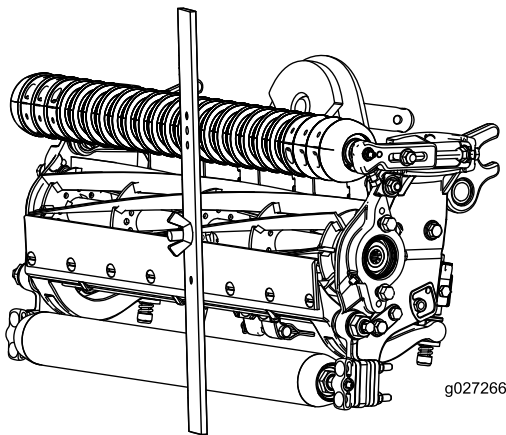

Рисунок 17
3. Зацепите головку винта за режущую кромку неподвижного ножа и расположите задний конец планки на заднем валике (Рисунок 17).
4. Поворачивайте регулировочный винт до тех пор, пока передний валик не коснется измерительной планки (Рисунок 17). Регулируйте оба конца валика до тех пор, пока весь валик не встанет параллельно неподвижному ножу.